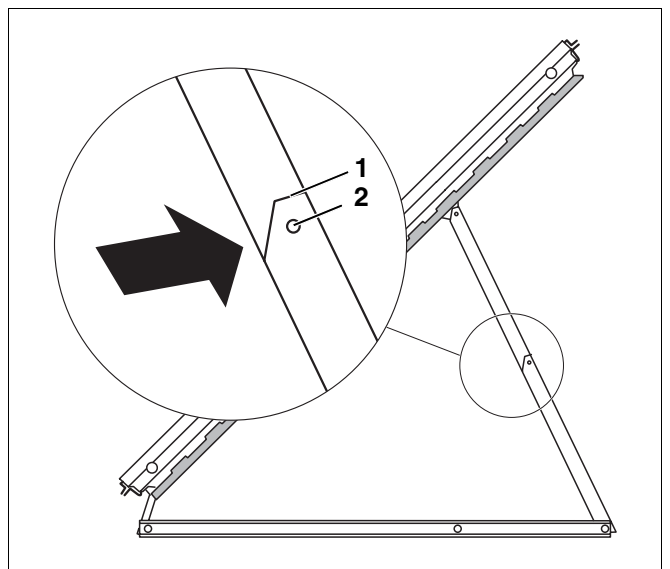

Fig. 15 Acortar el apoyo del colector
Si necesita un apoyo corto, debe cortar los apoyos de colector del suministro por las marcas previstas para tal fin (obsérvese lupa fig. 15) de los apoyos.
- ▶ Corte el apoyo por las marcas con una sierra para metal (fig. 15, **pos. 1**).
- ▶ A continuación, coloque el cabezal en el taladro previsto (fig. 15, **pos. 2**).